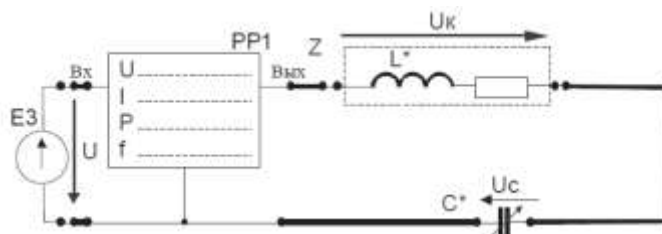

Рисунок 13 - Цепь с последовательным соединением реальной катушки индуктивности и конденсатора
4. Собрать электрическую цепь с последовательным соединением реальной катушки индуктивности L^* конденсатора C^* (рис. 13), используя элементы цепи в соответствии с заданным вариантом (табл. 15). Предъявить схему для проверки преподавателю.